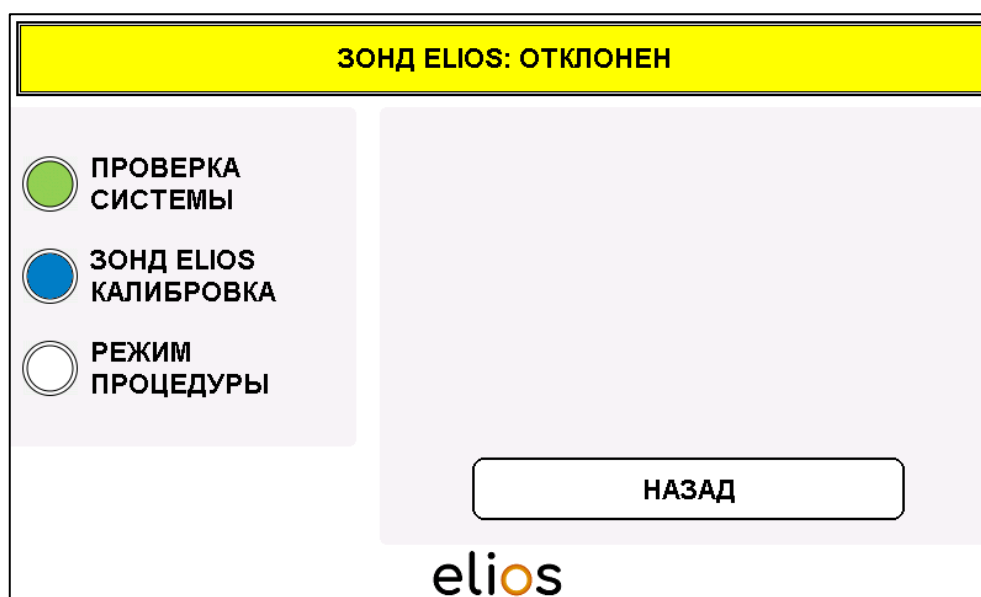

Рис. 4-8: Распознавание волокон – ЗОНД ELIOS: ОТКЛОНЕН
- Программное обеспечение распознает уже использованные и повторно стерилизованные волокна и предотвращает их использование. Отображается уведомление **«ЗОНД ELIOS: ОТКЛОНЕН»** и продолжить работу в программе невозможно (Рис. 4-8).
- Предыдущее меню снова открывается нажатием кнопки **«НАЗАД»** (Рис. 4-8).